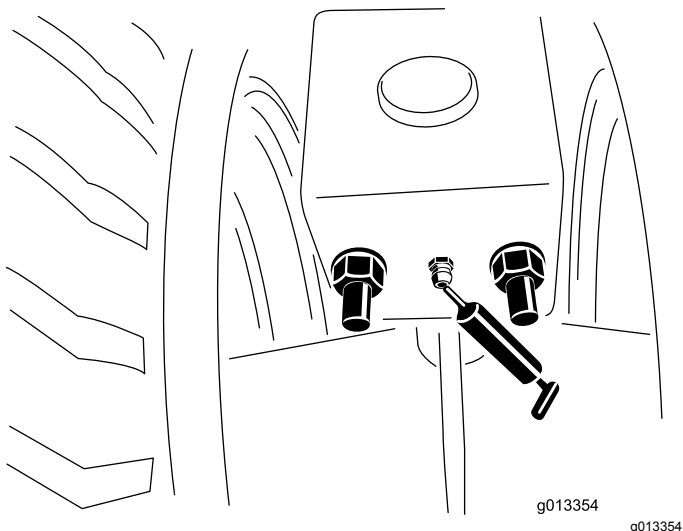

Bild 54
1. Reinigen Sie die Schmier-nippel (Bild 54).